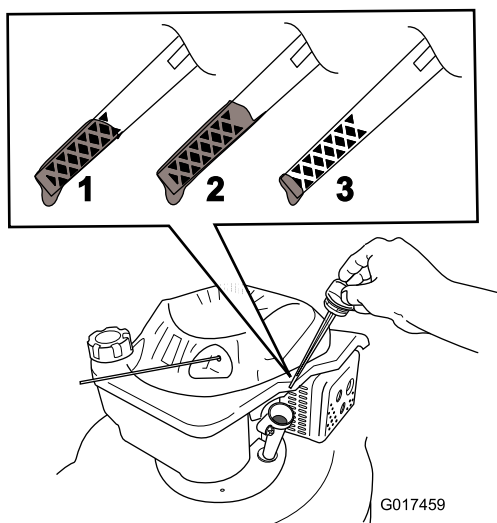

Figura 26
8. Retire la varilla y compruebe el nivel de aceite en la misma (Figura 26).